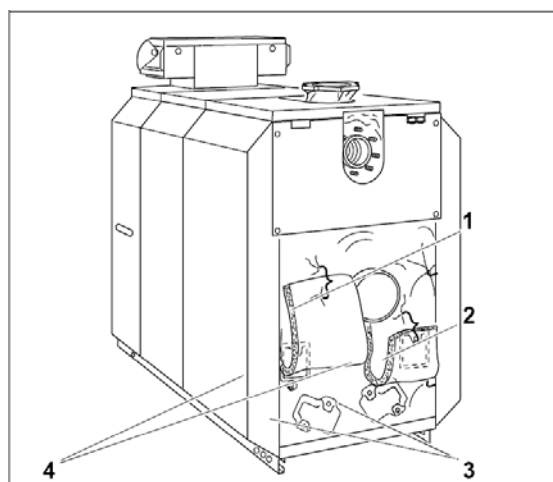

Fig. 56
- Vipa upp de två ändarna av isoleringen, (Fig. 56, **pos. 2**) och sätt fast dem i denna ställning med spännfjädrarna (Fig. 56, **pos. 1**).
- Tag av renskåporna på baksektionen (Fig. 56, **pos. 3**) och rökgassamlaren (Fig. 56, **pos. 4**).
- Beläggningar tas bort via eldstadsöppningen framifrån samt via rensöppningarna på baksektionen och rökboxen (Fig. 56, **pos. 3 och 4**).